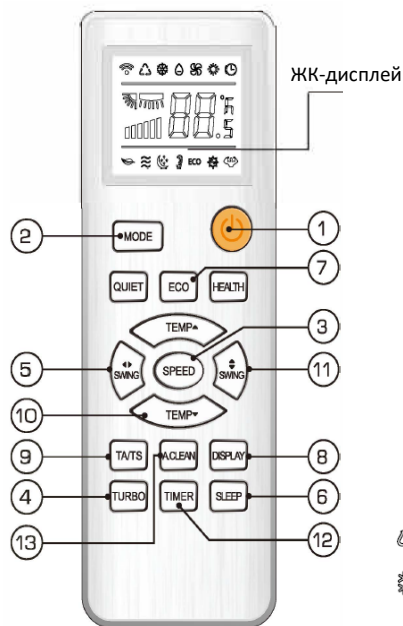

Рис.2
- **Описание ИК-пульта и порядок управления (рис.2)**
- **Описание кнопок ИК-пульта** (см. поз. рис.2)